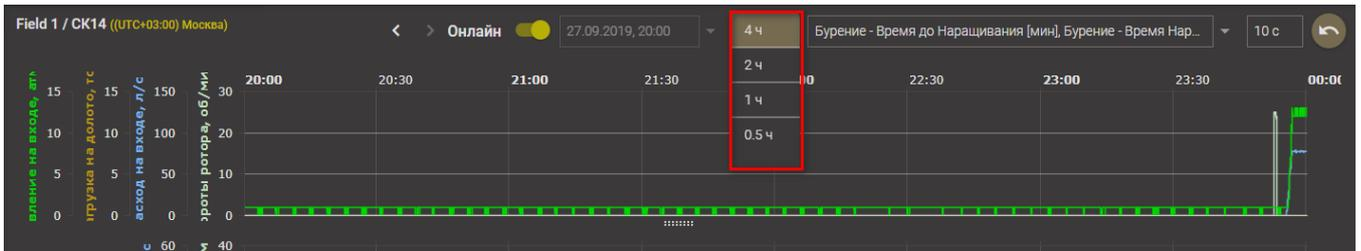

Рис. 2.103
3. Выбор масштаба отображения графиков (рис. 2.103);